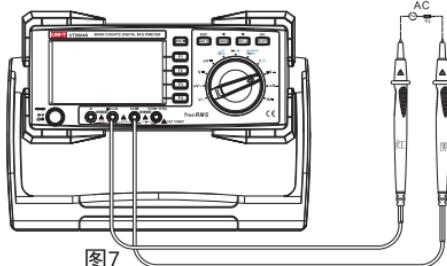

图7
- (1) 将红表笔插入 " $\mu\text{A}$   $\text{mA}$ " 或 "A" 插孔，黑表笔插入 "COM" 插孔。
- (2) 将仪表的旋转开关转到  $\mu\text{A}\text{~}\text{AC}$  或  $\text{mA}\text{~}\text{AC}$  或  $\text{A}\text{~}\text{AC}$ ，按 SELECT 键选择所需测量的交流，如图7. 将仪表表笔串联待测回路中。